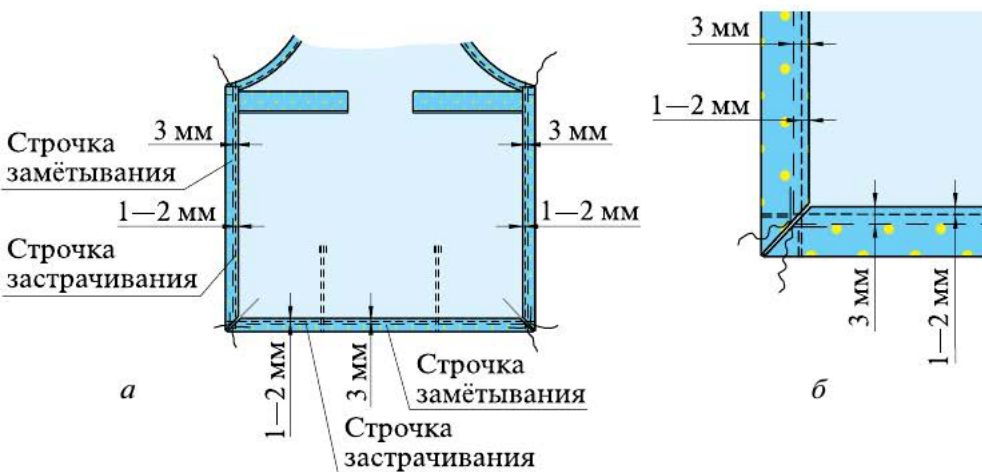

Рис. 6.55. Застрачивание нижнего и боковых срезов нижней части фартука
4. **Заматайте** до конца боковые припуски на расстоянии 3 мм от сгиба (вместе с деталями пояса) (рис. 6.55). **Застро- чите** припуски (вместе с деталями пояса) на расстоянии 1—2 мм от сгиба (шов вподгибку с закрытым срезом). Снача-